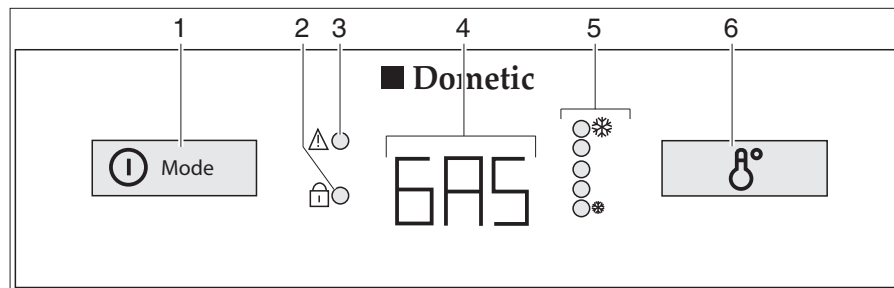

Fig. 135 Elementos de mando para el frigorífico (Dometic de la serie 8 con AES)
En caso de averías parpadea el visualizador LED Avería "⚠" (Fig. 135,3).
Si la alimentación de 230 V **no** está conectada y el motor del vehículo está **apagado**, el AES selecciona el suministro de gas. Al seleccionar el servicio de gas la protección contra encendido se abre automáticamente, para que el gas pueda fluir al quemador. Al mismo tiempo se conecta el encendedor electrónico. Si se apaga la llama de gas, p. ej. debido a un golpe de viento, el encendedor se activa inmediatamente y enciende de nuevo el gas. En caso de avería en el funcionamiento a gas en el piloto (Fig. 135,4) parpadea el texto "GAS".
Después de la conexión el frigorífico selecciona automáticamente el ajuste medio del termostato. Este ajuste puede reajustarse manualmente con el conmutador para el ajuste de temperatura (Fig. 135,6). Los visualizadores LED (Fig. 135,5) indican el ajuste seleccionado del termostato. Con el conmutador se ajusta la temperatura de refrigeración para los tres tipos de energía. Transcurren algunas horas hasta que el frigorífico haya alcanzado la temperatura de funcionamiento normal. En la conmutación del modo de funcionamiento el ajuste del termostato se mantiene. La temperatura de refrigeración se mantiene sin depender del tipo de energía.
- Pulsar el conector/selector de energía (Fig. 135,1) 2 segundos para conectar el aparato. Se visualiza el último modo de funcionamiento seleccionado en el piloto (Fig. 135,4).
- Seleccionar el tipo de energía con el conector/selector de energía (Fig. 135,1).
- La temperatura de refrigeración puede ser ajustada en el conmutador para el ajuste de temperatura (Fig. 135,6). Los visualizadores LED (Fig. 135,5) indican el ajuste seleccionado del termostato.
- Pulsar el conector/selector de energía (Fig. 135,1) 2 segundos. Todos los visualizadores se apagan.